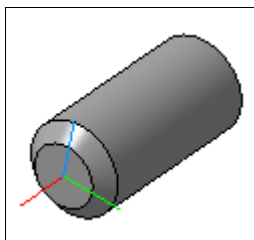

Рис. 28.32. Модель 12
- ♦ вызовите команду **Операция вращения** и создайте тело вращения (рис. 28.32);